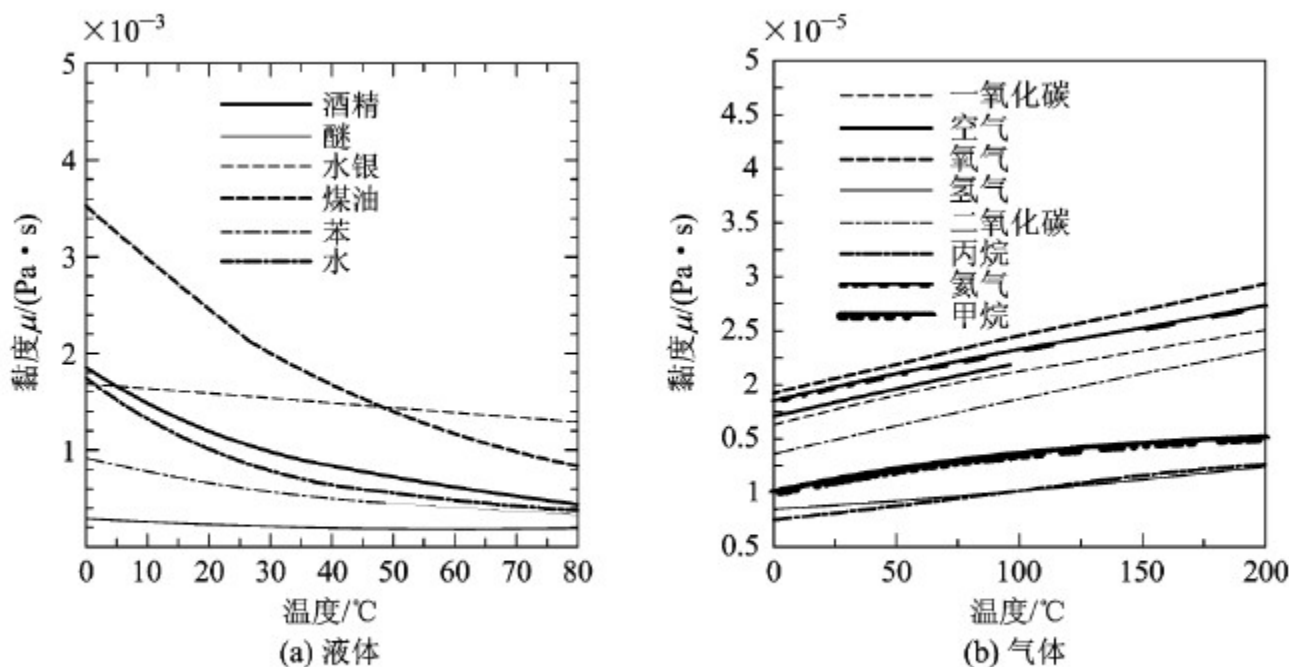

图 1-4 各种流体的黏度
(2) 温度的影响——黏性受温度的影响很大。温度升高，液体分子间的吸引力减少，液体的黏性降低；气体分子的热运动越强烈，动量交换就越频繁，气体的黏性也就越大。如图 1-4 所示。